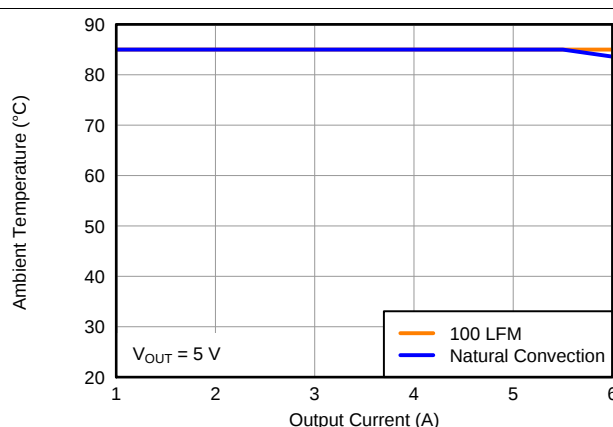
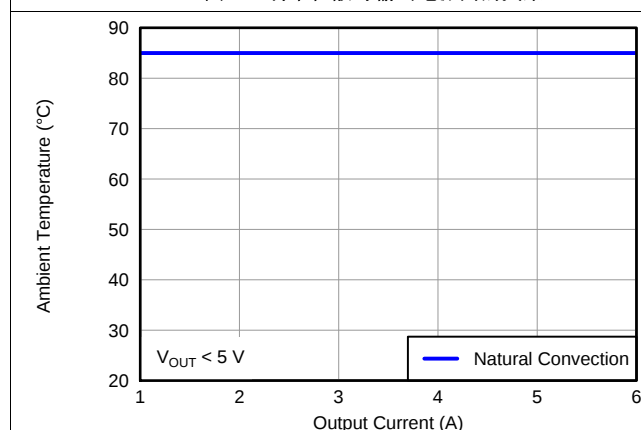

图 14. 安全操作区域
图 15. 安全操作区域
- (2) 温度降额曲线表明内部元件所处的温度等于或低于制造商的最高工作温度。降额限制适用于直接焊接至有 1 盎司覆铜的 100mm × 100mm 双面印刷电路板 (PCB) 的器件。适用于图 14 和图 15。